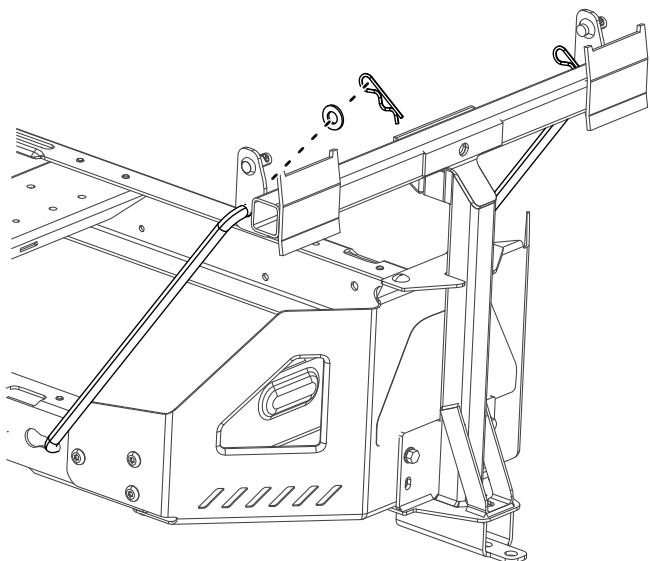

Figura 10
4. Montai capătul îndoit i evazat al unei tije în fanta de blocare din partea stângă a cadrului mainii i deplasați tija în spate pentru a o aeza în cadru (Figura 10).
5. Introduceri capetele îndoite ale tijelor în elementul de montare a dispozitivului de atașare, aa cum se arată în Figura 10 i fixai capătul fiecărei tije cu o aibă i un tift în formă de agrafă.